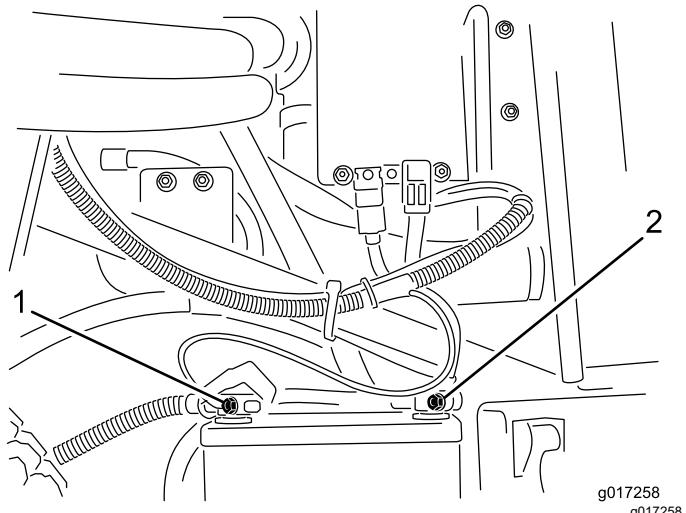

図 18
- バッテリーのプラス端子のナットを外して、図 18 のように、Battery Positive と書かれた赤いケーブルのリング端子を取り付け、ナットで元通りに締め付ける。